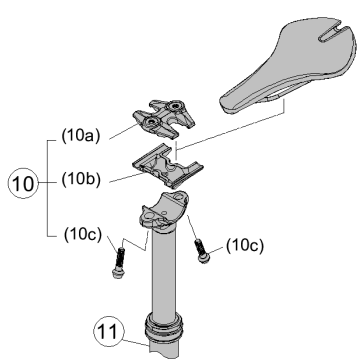
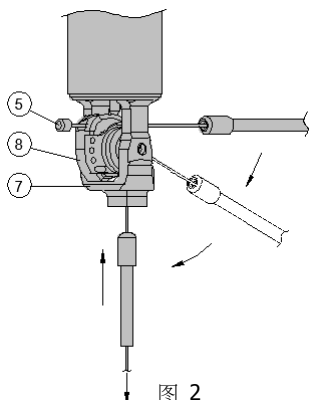
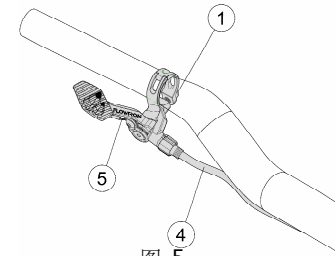

图 1
图 2
图 5
1. 安装线控拉杆 ① 于左侧车把上，使用 3mm 六角扳手锁紧螺丝到 61 kgf.cm / 6 Nm / 53 in.lbs。(图 5)
2. 将外管 ④ 穿入自行车车架并由座管穿出。在外管套上端塞。
3. 将钢线 ⑤ 穿过凸轮 ⑧ 穿入外管套圈 ② 与外管 ④。安置外管套圈在启动器 ⑦ 下方。拉钢线，以消除钢线松弛。(图 2)
4. 安装座管管身 ⑪ 进入车架，约安装座垫时适当的高度。将把手旋转 90°，在裁切外管处做记号。正确的长度是在此位置时，锁紧外管但不会束缚 (需预留些许长度方便后续调整坐垫高度)。(图 1)
6. 在外管 ④ 记号处裁切。在外管套上端塞。
7. 安置外管套圈在启动器 ⑦，再重新穿钢线。(图 2)
8. 安装座管管身 ⑪ 进入车架。注意：座管装入车架安全线为止。(图 1)